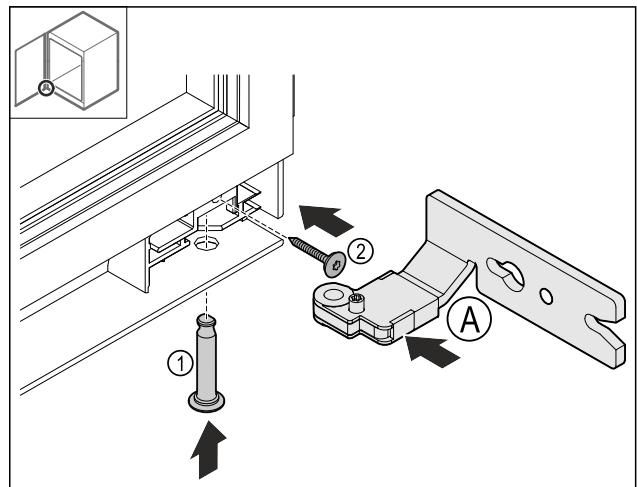

Fig. 25
- Installer la charnière inférieure Fig. 25 (A).
- Insérer et maintenir le boulon Fig. 25 (1).
- Visser la vis Fig. 25 (2).